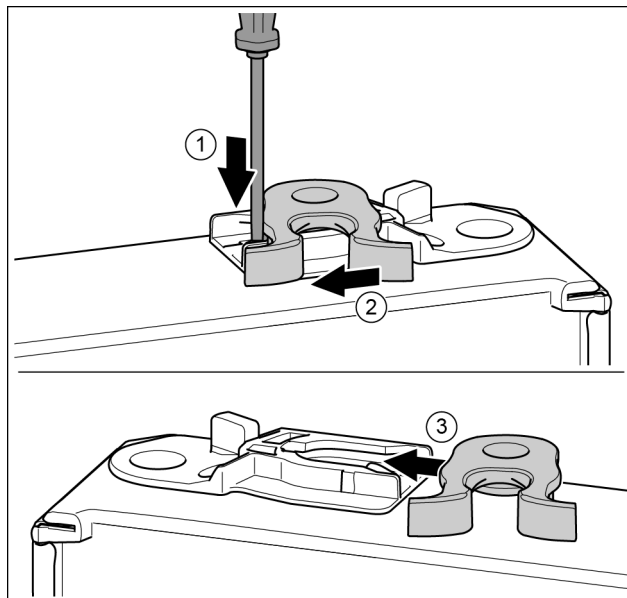

Fig. 19
- ▶ Con un cacciavite spingere la linguetta verso il basso. Fig. 19 (1)
- ▶ Estrarre il gancio di chiusura dalla guida. Fig. 19 (2)
- ▶ Spingere il gancio di chiusura sull'altro lato nella guida. Fig. 19 (3)